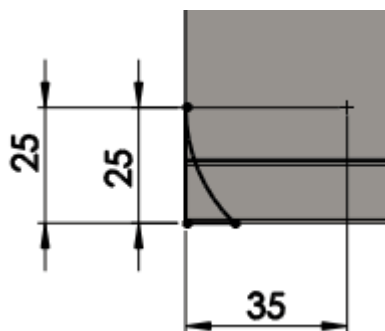

Figura 2.29 - Editando esboço do plano superior de **Piso-trilhos**.
5.8. Desenhe as linhas e as dimensione conforme a Figura 2.29.